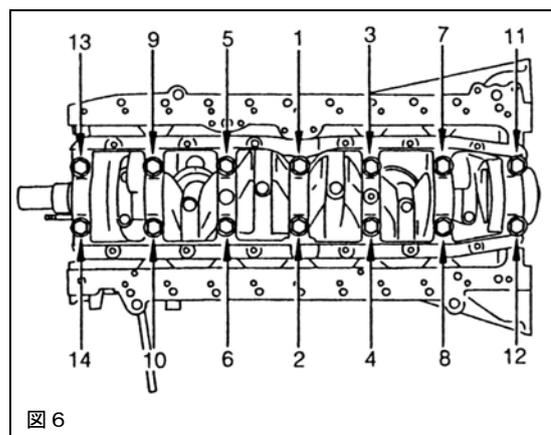

図6
3. 5 取付けボルトのネジ部と座面にエンジンオイルを塗布し取付けてください。取付けは図6の番号順に取付けボルトを締付けてください。